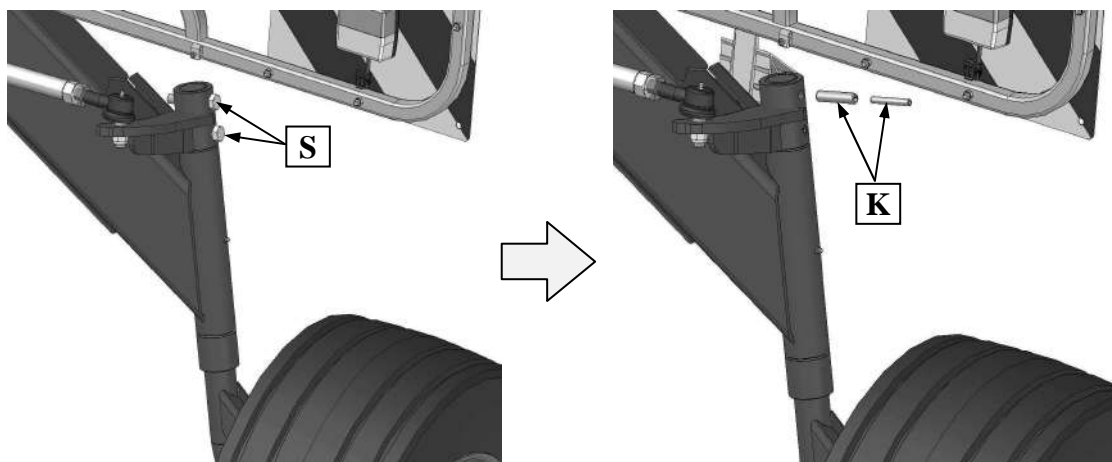

Рис. 14. Подготовка ходовая часть
Перед первым запуском граблей следует заменить (Рис. 14) в ходовых колесах временные болты (S), находящиеся на соединениях головок голеней с голенями задних колес, упругими штифтами $\varnothing 16$ и $\varnothing 10$ (K), которые находятся в приложенном к машине пакете. Штифты установить в способ указанный на Рис. 13.